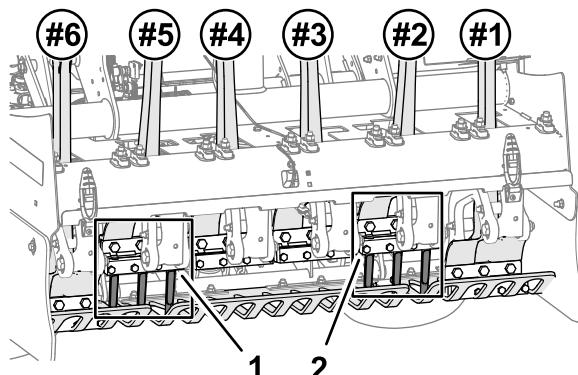
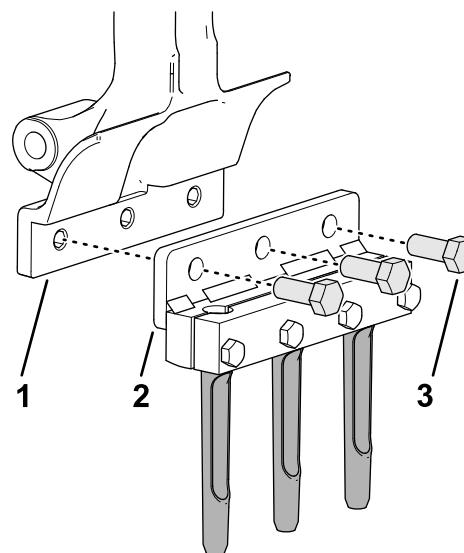

Figura 42
Figura 43
1. Montate senza serrare il portafustelle e le fustelle al braccio delle fustelle #2 (Figura 42 e Figura 43) con 3 bulloni (1/2" x 1-1/4").